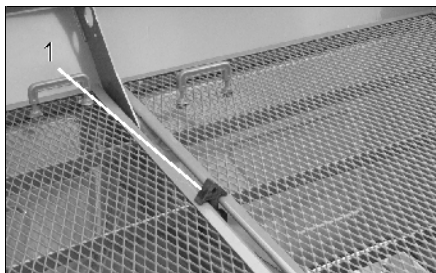
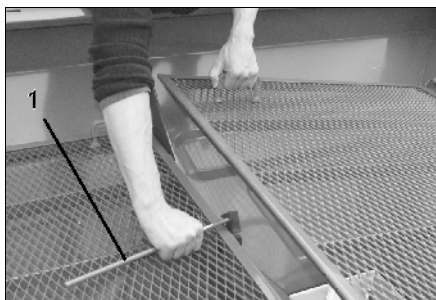

Рис. 58
Рис. 59
- Фиксатор (Рис. 58/1) при помощи вспомогательного инструмента (Рис. 59/1) поверните на 90° .